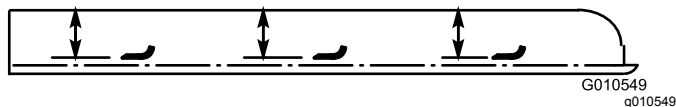

Figure 23
2. Tournez la lame dans le sens longitudinal et mesurez la distance entre l'intérieur de l'unité de coupe et le tranchant à l'avant de la lame (Figure 23).